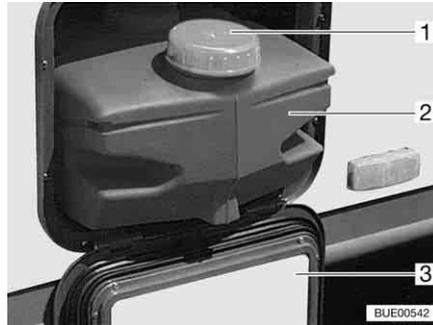

Fig. 163 Depósito de agua 22 l
Durante el transporte cierre el depósito de agua con la tapa de cierre (Fig. 163,1).
- Abrir la trampilla de servicio (Fig. 163,3) (véase el capítulo 6).
- Extraer el depósito de agua (Fig. 163,2).
- Extraer el depósito de agua (Fig. 163,2) y vaciar.